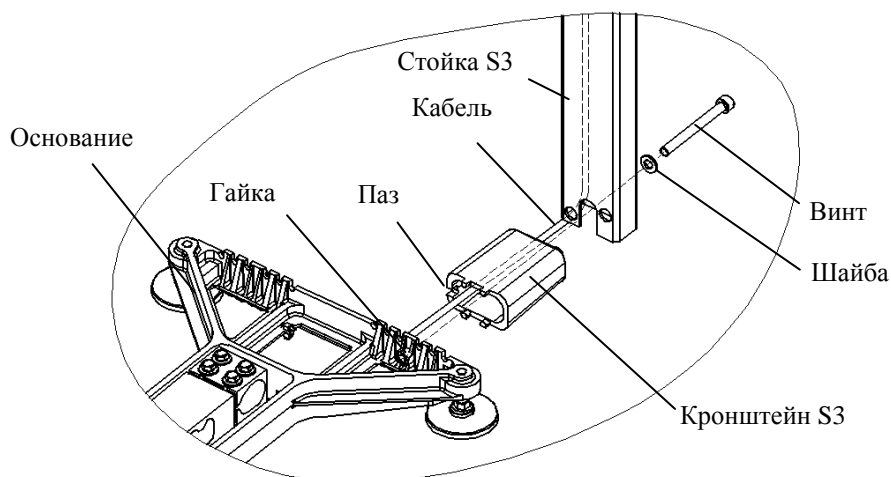

Рис. 7.3 - Крепление прямоугольной стойки к основанию весовой платформы
- Протянуть кабель весовой платформы через кронштейн и стойку (см. Рис. 7.3). Кабель должен входить в паз кронштейна.